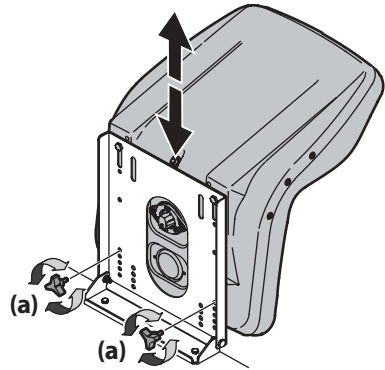

Figure 12
3. Remplacez les boutons dans l'un des quatre trous et serrez solidement (Figure 12).